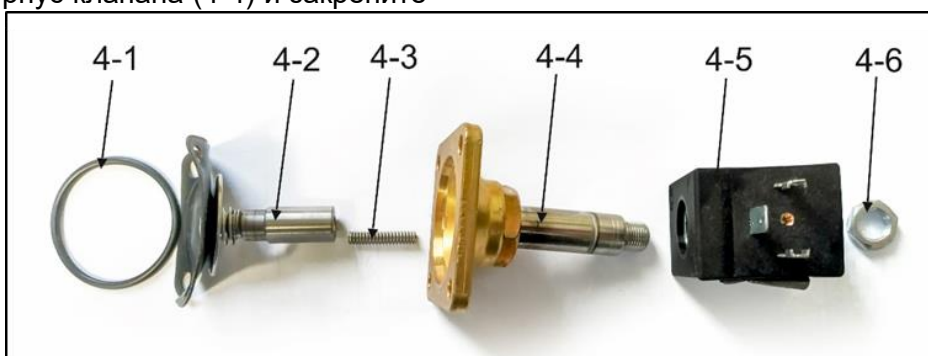

Рис. 37: Сборка электромагнитного клапана
- Отвинтите 1 винт от соединителя клапана (1).
- Отсоедините соединитель клапана (1).
- Отвинтите 4 винта (2).
- Снимите электромагнитный клапан (3).
- Снимите с корпуса уплотнение клапана (4-1). (см. Рис. 37)
- Установите электромагнитный клапан (см. Рис. 37).
- Установите новый электромагнитный клапан, используя 4 винта (2), предварительно нанеся на их